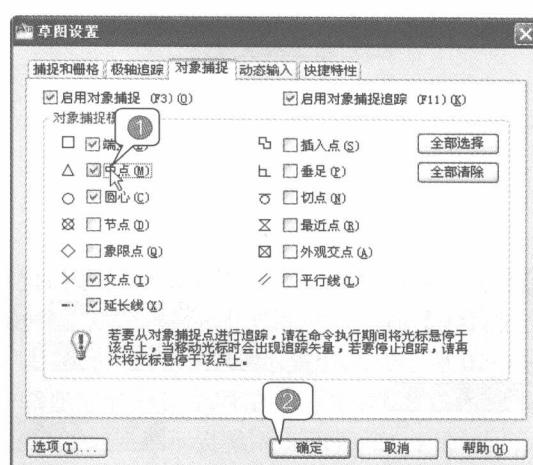

图 1-15 设置对象捕捉选项
(2) 系统弹出【草图设置】对话框，在对话框中勾选【中点】复选框，然后单击确定按钮，如图 1-15 所示。